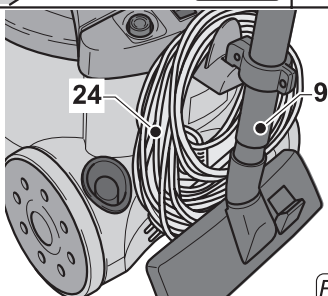

Fig. 13
- Enrouler le cordon (24 Fig. 13) et l'accrocher à l'emplacement approprié, ensuite accrocher le tuyau (9 Fig. 13) dans son encastrément.